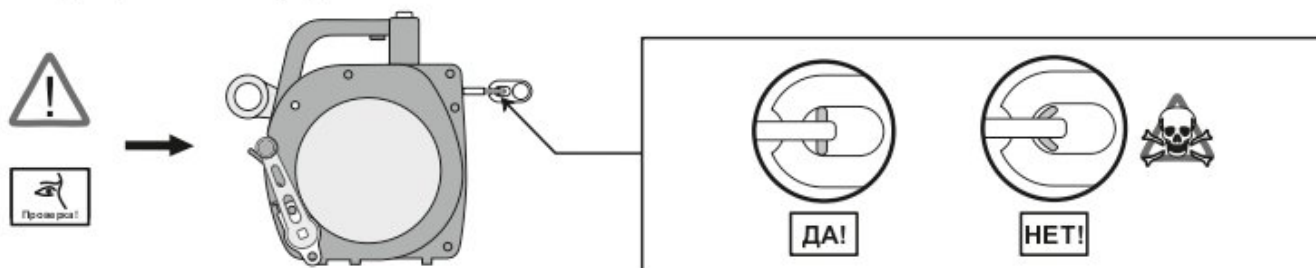

Рис. 11. Выпуск и блокировка троса анкерного устройства
**Действие 3.** Зажмите защитную кнопку (3) и кнопку выпуска троса (4) на транспортировочной ручке и удерживайте их. Выпустите трос до нужной длины (рис. 11а). Убедитесь, что при отпускании кнопок (3) и (4) трос будет заблокирован (если трос не блокируется, не используйте изделие и обратитесь к уполномоченному дилеру для обслуживания) (рис. 11б). Соедините проушину (7) через карабин с анкерной точкой, а карабин на тросе с анкерной точкой на противоположной стороне (рис. 12).